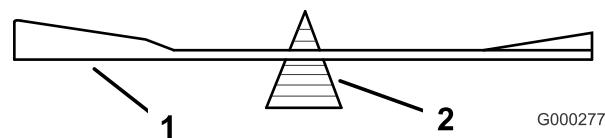

Figure 79
2. Vérifiez l'équilibre de la lame en la plaçant sur un équilibreur (Figure 79). Si la lame reste horizontale, elle est équilibrée et peut être utilisée. Si la lame est